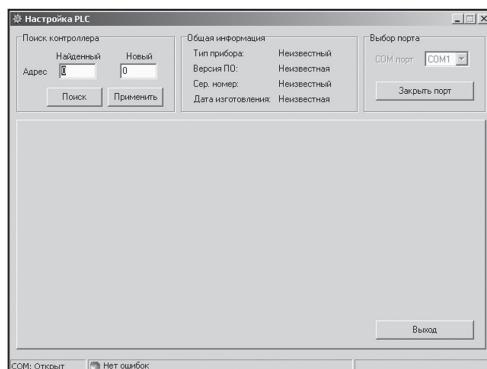

Рисунок 3. Первоначальный экран программы *plc\_cfg*
7.3 После запуска этой программы появляется первоначальный экран рисунок 3.